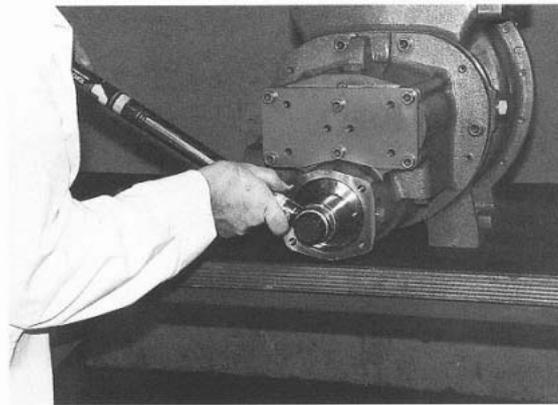
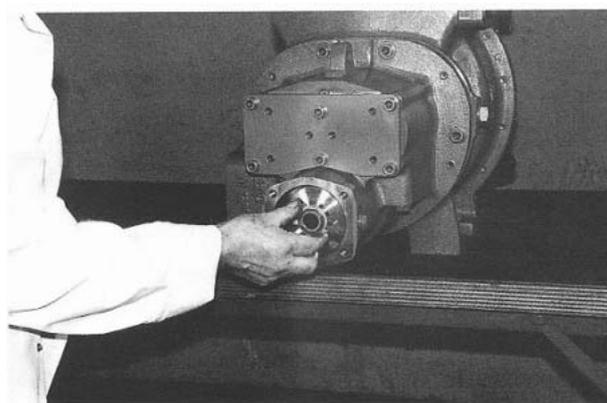

Рис. 30
Рис. 31
17. Ослабьте и снимите контргайку (рис. 30) и пружинные шайбы. (Рис. 31)